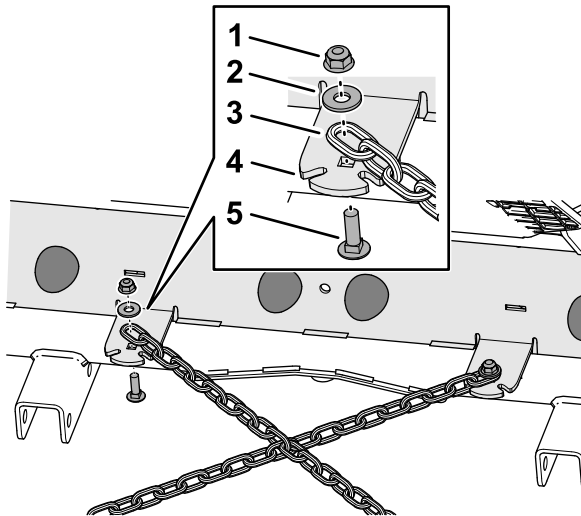

図 5
2. 牽引バー用の短いチェーンの端のリンクを、後フレームプレートにあるチェーンタブの穴に連結する図 5。
3. チェーンをチェーンタブに取り付けるキャリッジボルト5/16 x 1"、ワッシャ3/8 x 7/8"、フランジロックナット5/16"を使用して図 5のように取り付ける。